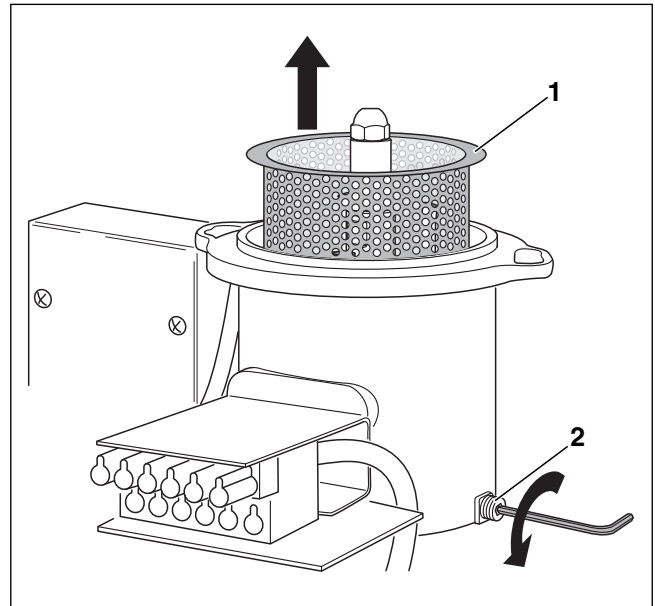

Bild 47 Lochblechzylinder demontieren
- Gewindestift (→ Bild 47, [2]) außen am Gehäuse lösen.
- Lochblechzylinder (→ Bild 47, [1]) entnehmen.
- Lochblechzylinder (→ Bild 47, [1]) mit handelsüblicher Reinigungslösung (Spülmittel) reinigen.
- Lochblechzylinder (→ Bild 47, [1]) wieder einsetzen und mit Gewindestift befestigen.